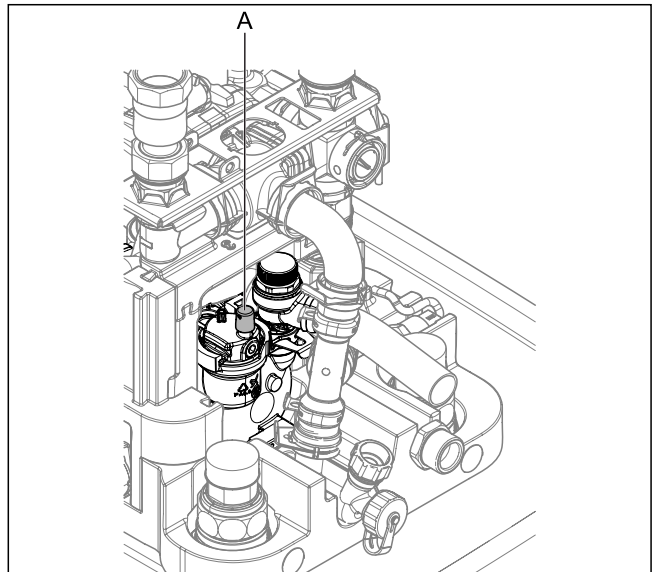

Bild 9-8 Entlüfter-Kappe lösen
- 2 Sicherstellen, dass die Kappe des Automatiktüfters (Bild 9-8, Pos. A) offen ist.
- 1 Sicherstellen, dass die Kappe des Automatiktüfters (Bild 9-8, Pos. A) offen ist.